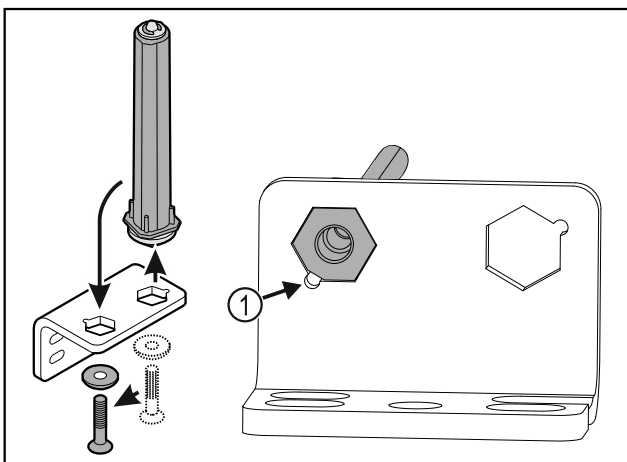

Fig. 32
- ▶ Aveți în vedere ca la introducerea, teșitura bolțului Fig. 32 (1) să fie orientată spre orificiul rotund.